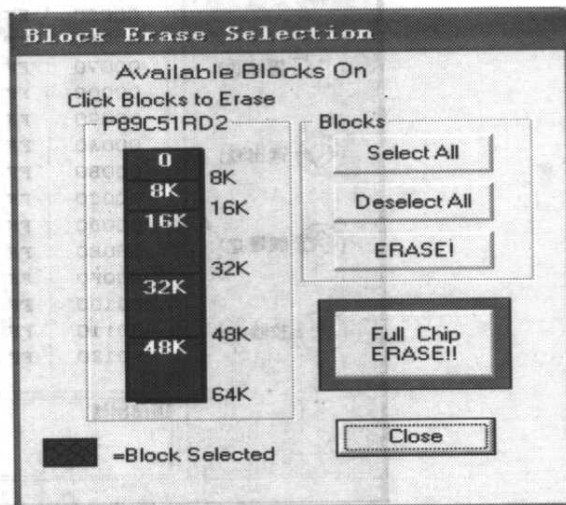

图 1-9 Block Erase Selection 对话框
1. 单击 Erase Blocks 按钮来擦除闪存内容，出现如图 1-9 所示对话框。左边一列蓝色方块表示 P89C51RD2 内部 64 KB 闪存的分块结构。单击某一块会在该块上面出现黑色网格。自顶向下的块地址分别是 0x0000~0x1FFF、0x2000~